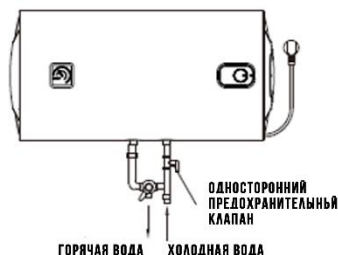

РИСУНОК 5
3. Одноходовой предохранительный клапан, прилагаемый к машине, должен быть установлен на входе холодной воды в эту машину (см. рис. 5).